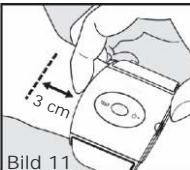

Bild 11
Positionieren Sie nun den Schnarchstopper ca. 3 cm vom Handgelenk entfernt und drücken Sie den Schnarchstopper auf den Arm auf (Bild 11). Anschließend können Sie die Armbandhalterung ⑥ wieder einhaken und zum Verriegeln nach unten drücken.